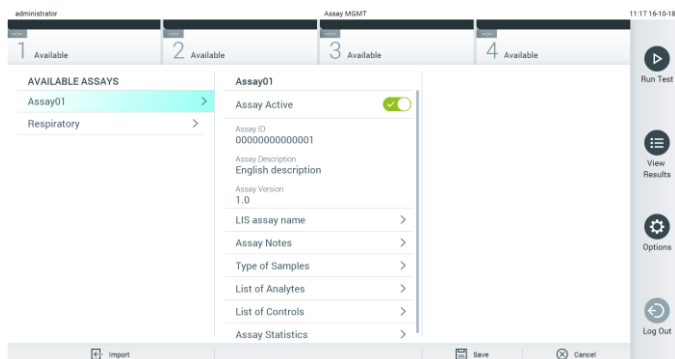

Figura 56. Ativando o ensaio.
7. O ensaio é ativado selecionando Assay Active (Ensaio ativo) (Figura 56).